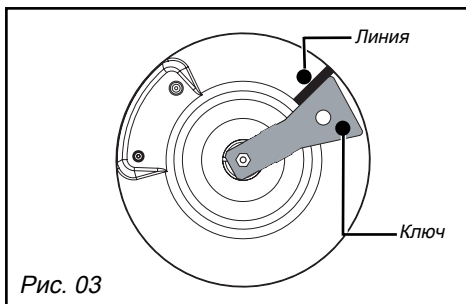

Рис. 03
В данной установке используется мягкий шланг с зажимными хомутами (в соответствии с нормой XP D 36- 110), срок службы которого составляет 5 лет. В этом случае необходимо использовать наконечник и не забыть поставить уплотнитель между наконечником и коленом варочной поверхности (рис. 03).
- Поверните ключ по часовой стрелке так, чтобы нарисованная вами линия оказалась с другой стороны ключа (рис. 03)